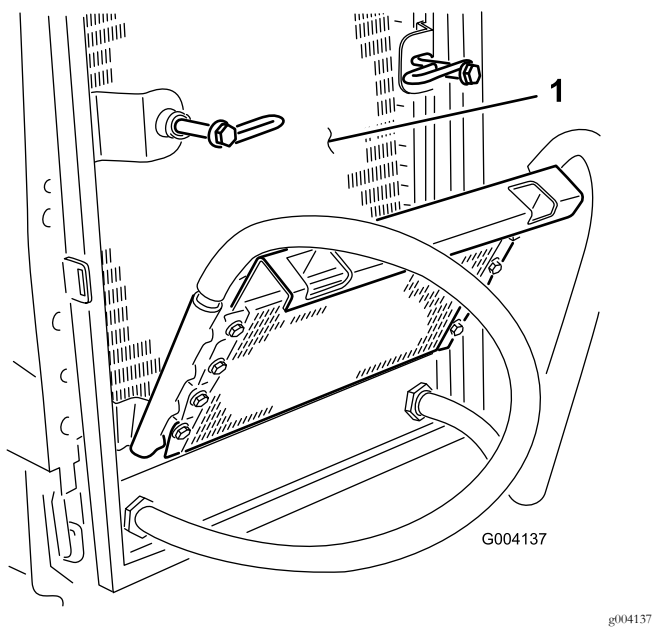

Figure 52
- Nettoyez soigneusement les deux côtés du refroidisseur d'huile et du radiateur (Figure 52) à l'air comprimé.